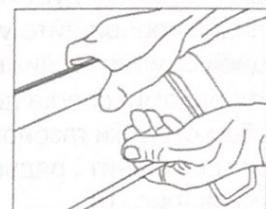

Рис. 22
- Потяните рычаг сцепления к ручке, чтобы включить колеса (рис. 22).